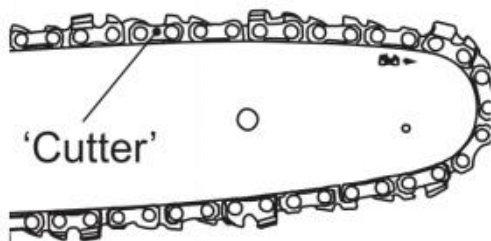

Fig. 8
4) Bred ut sågkedjan (C12) med kedjans skärkanter pekande i rotationsriktningen. Skjut in sågkedjan (C12) i spåret runt svärdet (C13). Se till att sågkedjan (C12) är monterad i rätt rotationsriktning. (Bild 8)